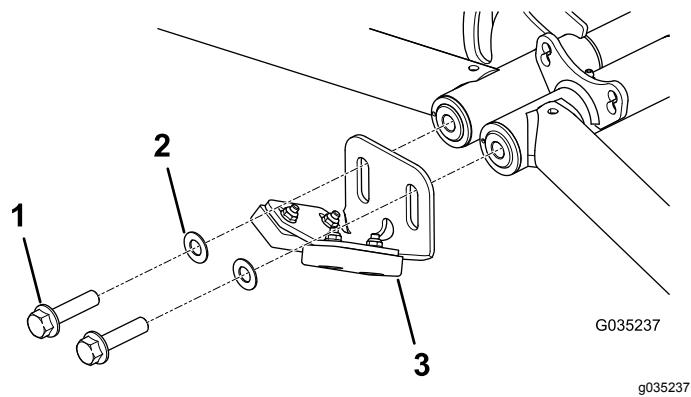

Figura 23
1. Perno con arandela prensada existente (2)
2. Topo redondo existente (2) – desechar
4. Instale provisionalmente el conjunto de topes delantero y las arandelas, según se muestra en Figura 23.